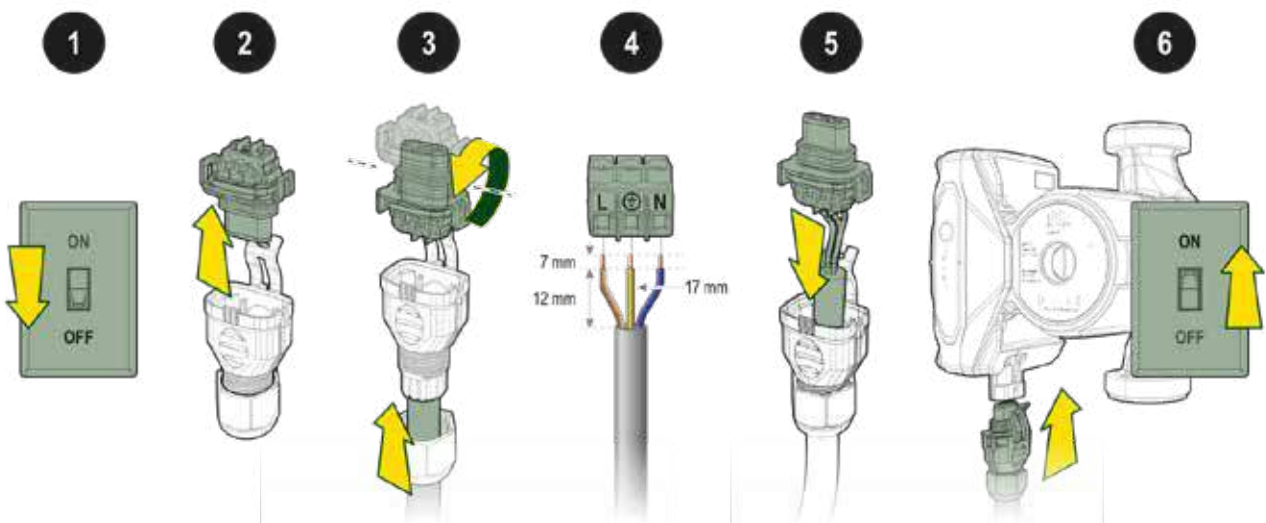

Fig. 10
For at foretage den elektriske tilslutning af cirkulationspumpen skal man gøre følgende (se Fig. 10):
Indsæt kablet gennem møtrikken, afisolér ledningerne som vist i figuren Fig. 10 og før det gennem kabelforskrningen. Tilslut ledningerne til klemrækken, og overhold overensstemmelsen mellem fase (L), neutral (N) og jord (PE g/v), stram de tre skruer på ledningerne;